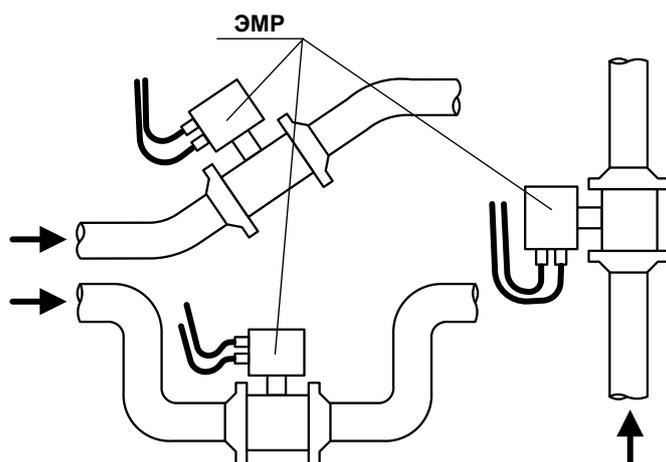

Рис.1. Рекомендуемые места установки ЭМР в трубопроводе.
3.2.1. ЭМР допускается монтировать в горизонтальный, наклонный или вертикальный трубопровод с восходящим потоком (рис.1). При этом должны выполняться следующие требования:
- в месте установки ЭМР в трубопроводе не скапливается воздух - ЭМР не должен располагаться в самой высокой точке трубопровода, а также в трубопроводе с открытым концом; наиболее подходящее место для монтажа (при наличии) – нижний либо восходящий участок трубопровода (рис.1).